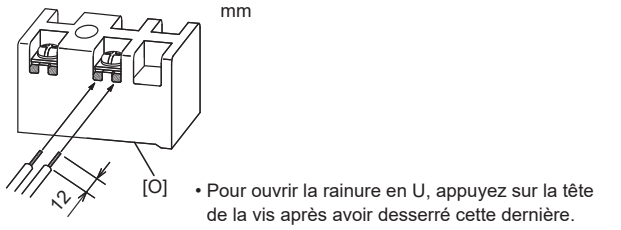

Fig. 5-9
- Si l'utilisation de bornes serties à embout rond est impossible, suivez la procédure des Fig. 5-9 à 5-10.